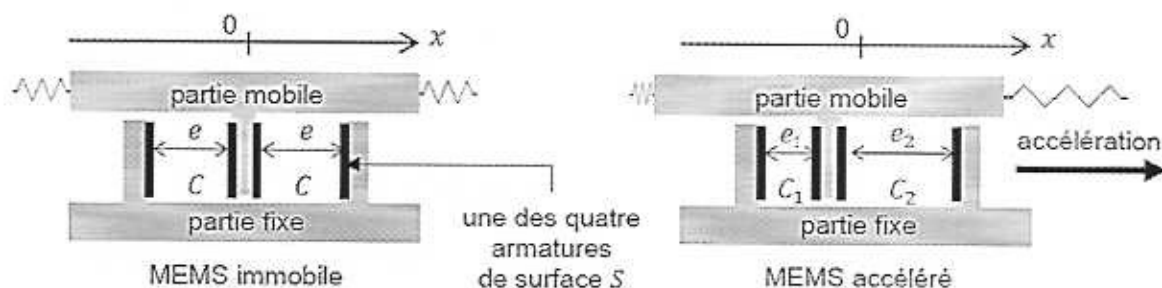

Figure 3. Schéma de principe de l'accéléromètre MEMS
2. L'accéléromètre MEMS est constitué d'une partie mobile qui, soumise à une accélération, entraîne le déplacement de l'armature commune aux deux condensateurs. En l'absence d'accélération, chaque condensateur a une capacité C . On considère un déplacement de l'accéléromètre MEMS suivant Ox , lorsqu'il est soumis à une accélération, leurs capacités prennent respectivement les valeurs C_1 et C_2 comme l'illustrent les schémas de la figure 3.
- 2.2. Donner le signe de a_x qui permet de rendre compte de la situation schématisée sur la figure 3.